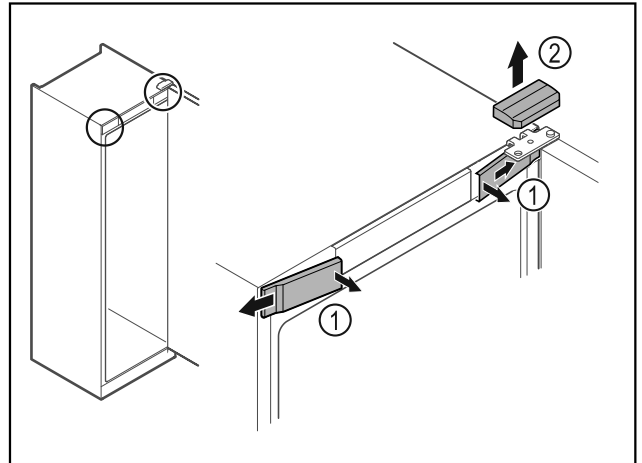

Fig. 8
- ▶ Nxirrni nga foleja kapakët mbulues të përparmë Fig. 8 (1) në pjesën e brendshme dhe hiqini nga anash.
- ▶ Hiqni kapakun mbulues të sipërm Fig. 8 (2) duke e ngritur lart.